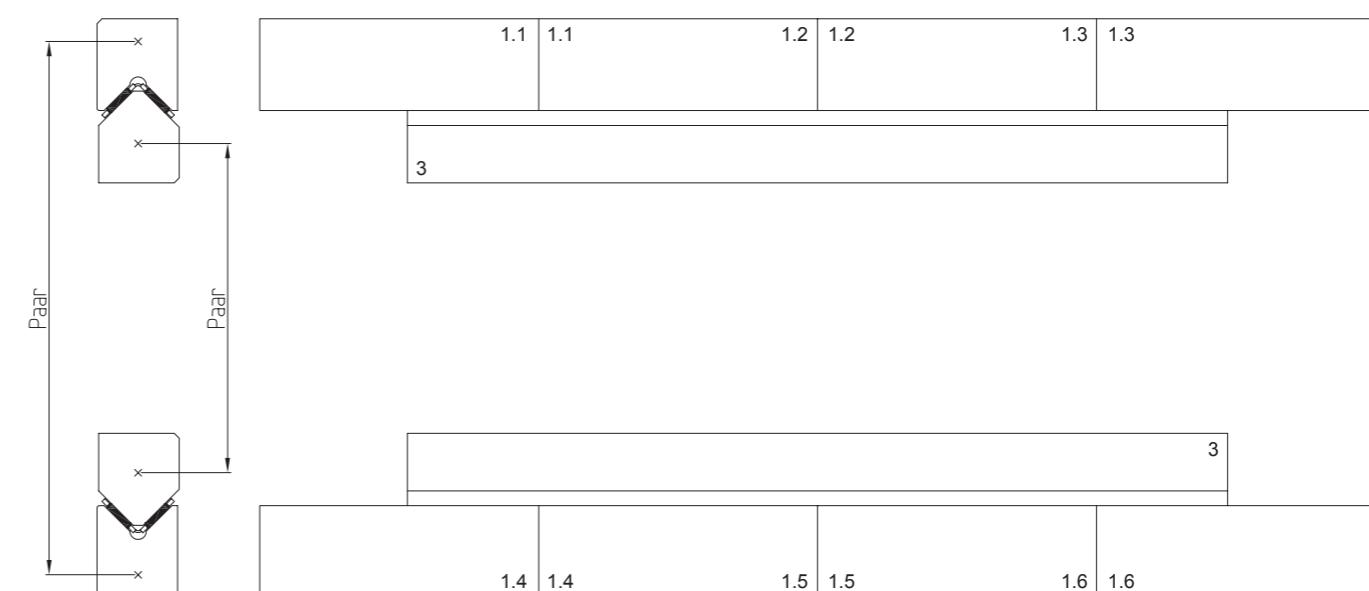

Bild 24 . Nummerierung bei ein- und mehrteiligen Führungsschienen
- In der geschlossenen Anordnung können die M- und V-Schienen unterschiedliche Satznummern aufweisen (Bild 24).